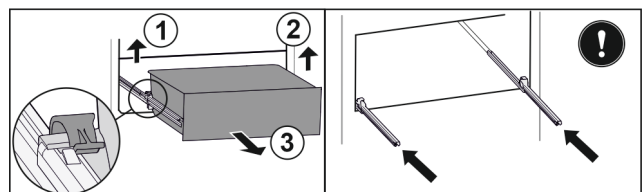

Fig. 95
- ▶ Повдигнете лявата скоба и едновременно с това изтеглете напред чекмеджето отляво. Fig. 95 (1)
- ▶ Повдигнете дясната скоба и едновременно с това изтеглете напред чекмеджето отдясно. Fig. 95 (2)
- ▶ Извадете чекмеджето напред. Fig. 95 (3)